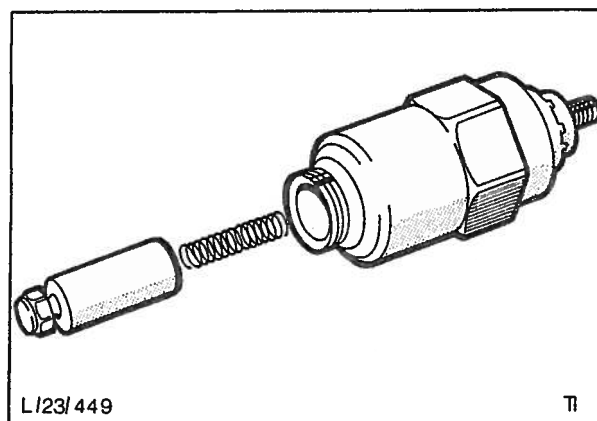

Fig. 17 Stoppkontroll solenoidventil.
F. Stoppkontroll solenoidventil (fig. 17).